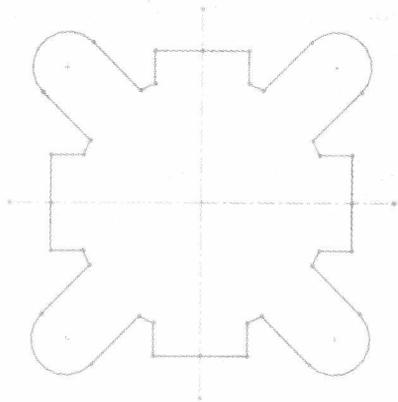

图 2-9 气缸体截面草图
Step9 退出草图并保存文件。单击“草图”工具栏中的“退出草图”按钮，最终生成的草图如图 2-9 所示。单击“标准”工具栏中的“保存”按钮，将文件保存为“气缸体截面草图.sldprt”。